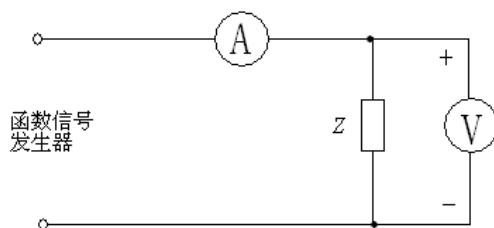

图 1-5 RLC 元件频率特性研究连接图
- (1) 按图 1-5 连接电路，Z 分别使用电感器、电容器和电阻器。调节函数发生器，使函数发生器输出电压为 5V_{rms}（有效值）的正弦波，调节不同的输出频率，测出电流电压值填入表 1-6 中，并计算元件阻抗模值，研究三种元件阻抗模|Z|与频率 f 变化之间的关系。